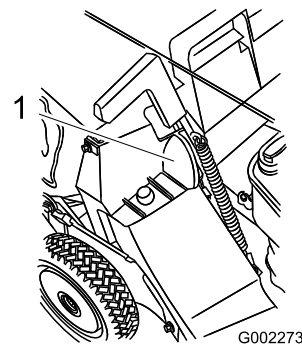

Figura 25
5. Tire hacia adelante del tirador de la puerta de descarga hasta que la clavija salga del cierre, y mueva el tirador hacia atrás hasta que la clavija se bloquee en la muesca de la bolsa (Figura 25).